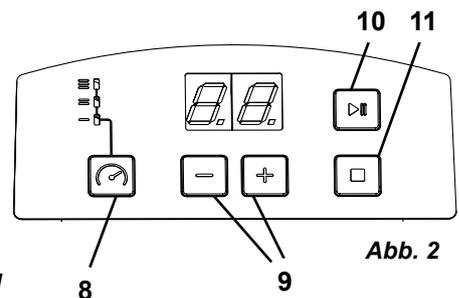

Abb. 2
⇒ Reinigungszeit mit + / - Tasten (9, Abb. 2) einstellen (Einstellbereich 0 bis 30 Min.).
⇒ Reinigungsvorgang mit der Start-/ Pause Taste (10, Abb.2) starten.
- Der Reinigungsvorgang kann mit der Stopp-Taste (11, Abb.2) jederzeit vor Ablauf der Reinigungszeit beendet werden.
⇒ Beenden Sie den Reinigungsvorgang durch Drücken der Stopp-Taste (11, Abb.2).